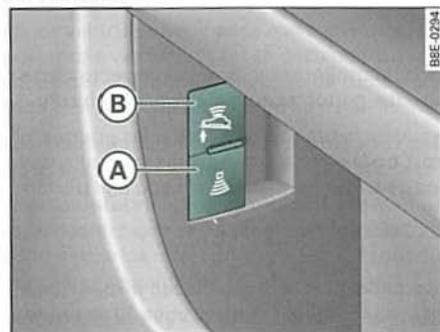

Fig. 56 Interruptor de la vigilancia del habitáculo
- Tire del interruptor **(A)** con el símbolo  a un lado del compartimento portaobjetos de la puerta del conductor  $\Rightarrow$  fig. 56.
- Tire del interruptor **(B)** con el símbolo  a un lado del compartimento portaobjetos de la puerta del conductor  $\Rightarrow$  fig. 56.